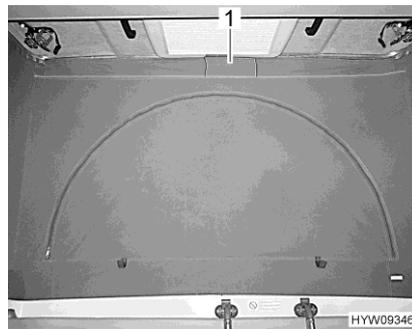

Fig. 31 Aération (fermée)
- Détacher la bande velcro du pan d'étoffe (Fig. 31,1) sous le toit relevable. Un grillage de protection contre les insectes est installé derrière le pan d'étoffe.